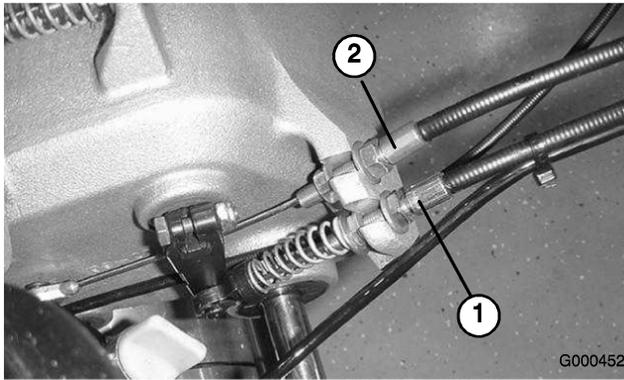

図 29
2. ブレーキ・ケーブルの前ジャム・ナットをゆるめ、後ジャム・ナット（図 29）を締めてケーブルの張りを出し、2.7～4.1 kgの力でブレーキが作動するようにする。力の計測はレバー・ノブの部分で行う。ブレーキ・バンドが締まりっぱなしにならないよう注意すること。